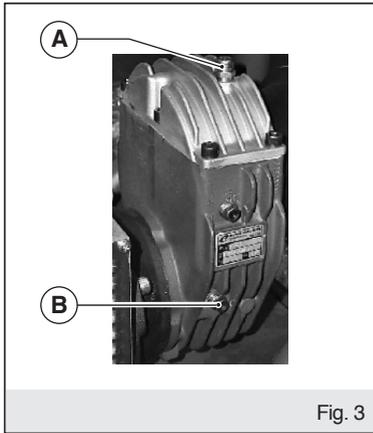

Fig. 3
Multiplicateur Fig. 3 :
1. Dévisser les capuchons des trous (A) et (B) tels que définis dans la figure 3.
2. Ajouter de l'huile à partir de l'orifice supérieur (A) jusqu'à ce qu'il commence à sortir du trou (B).